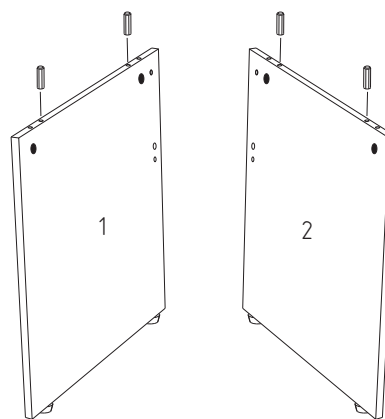

Рис. 2
2. Вбить шканты 7 в отверстия на торцах боков стола 1, 2 и соединительного щита 3 (Рис. 2).